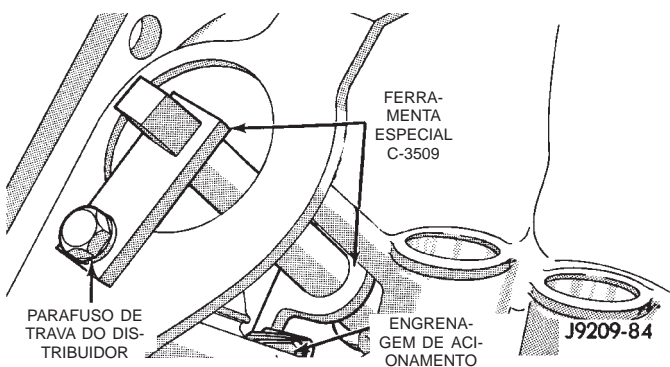

Fig. 40 Ferramenta de Fixação do Eixo de Comando das Válvulas C-3509 (Posição Instalada)
(1) Lubrifique os lóbulos e os munhões do eixo de comando das válvulas e insira o eixo de comando das válvulas a 51 mm (2 pol.) de sua posição final no bloco de cilindros.
(2) Instale a Ferramenta do Instalador de Engrenagem do Eixo de Comando das Válvulas C-3509 com a lingüeta atrás da engrenagem de acionamento do distribuidor (Fig. 40).